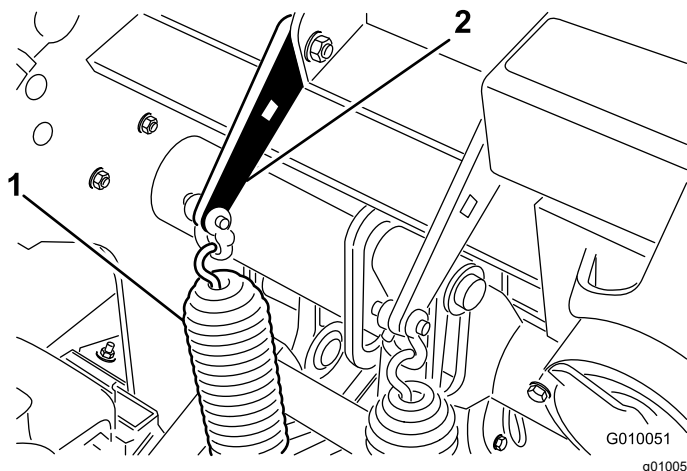

Рисунок 27
2. Ослабьте гайки каретных болтов, которые крепят кронштейны пружин к валу аэратора (Рисунок 27). Не снимайте их.